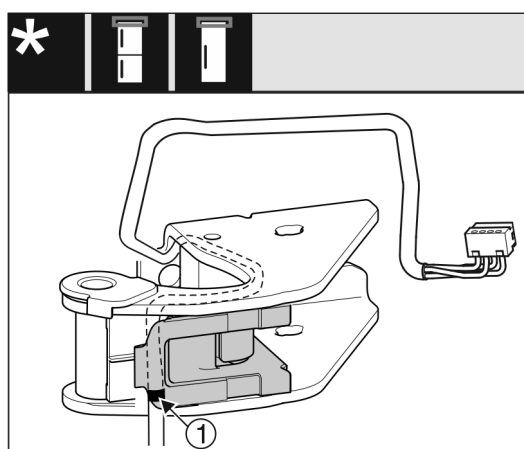

Fig. 16
- ▶ Den midterste markering skal i den forbindelse ligge på kanten af kabelholderen Fig. 16 (1).